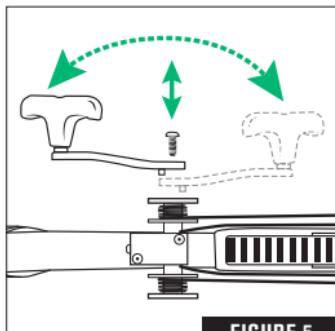

FIGURE 5
4. Para lograr la separación de la cuerda, tendrá que invertir la posición de la manivela del tensor  $180^\circ$  en la polea como se muestra en la Fig. 5. Afloje el tornillo de cabeza redonda de  $\frac{1}{4}$ -20 para extraer y girar la manivela del tensor. Vuelva a apretar firmemente el tornillo.